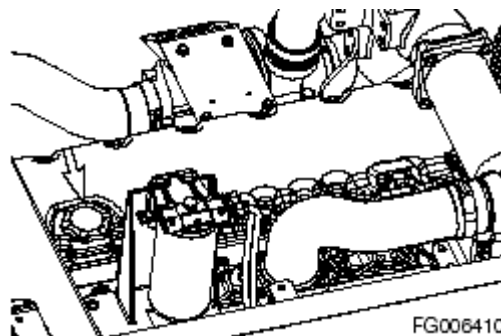

Рисунок 54
4. Через отверстие маслосливной горловины заправьте двигатель подходящим маслом (Рисунок 54). Информация о масле, подходящем для различных условий эксплуатации, находится в «Таблице смазочных материалов» данного руководства.
2. Откройте крышку, повернув рукоятку (1, Рисунок 54) на задней части кабины.